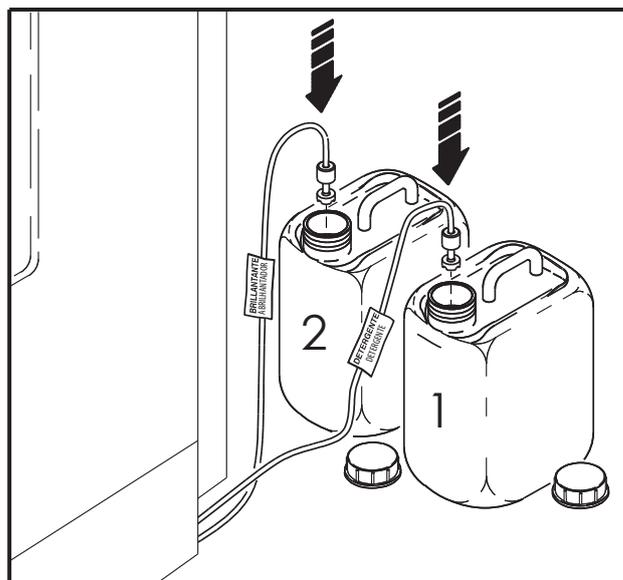

Fig. 22
- Verificar o abrillantador e o nível de detergente no recipiente externo e substituí-lo, se necessário (fig. 22)